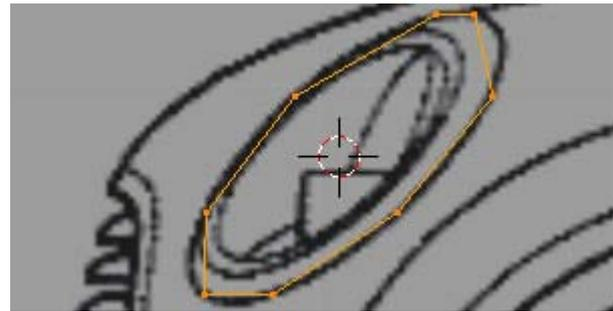

Figura 4.19
25. Sucessivamente para cada um dos vértices, seleccione-os na janela Front Ortho, **[RMB]**, e, na janela Right Ortho, arraste-os segundo yy até ao aro da óptica, **[G]>[Y]**, figura 4.19.